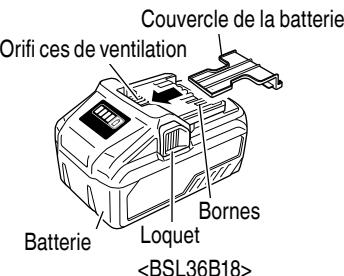

Fig. 4
- Soit ranger le bloc de pile avec l'outil électrique ou de manière sécuritaire en l'enfonçant dans le couvercle jusqu'à ce que les orifices de ventilation soient dissimulés afin d'éviter les courts-circuits. (Voir la Fig. 4)